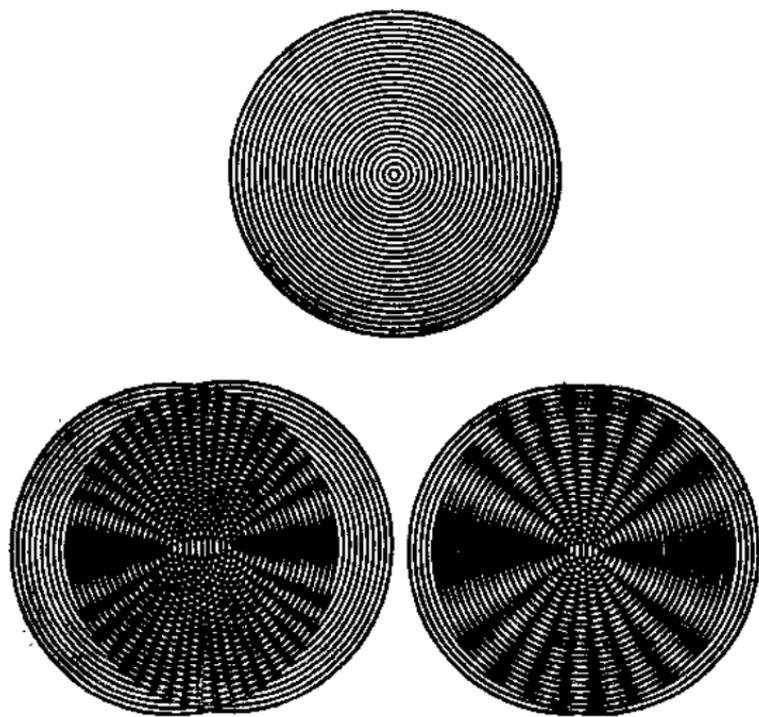

图 2-37
3. 制两块如图2-37上那样的同心圆组成的幻灯片,将它们重迭,并作相对运动,便产生图2-37下左与下右那样的美丽的放射形波纹运动。